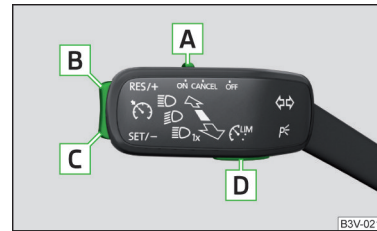

Abb. 295 Bedienelemente der Geschwindigkeitsregelanlage
Übersicht der Bedienelemente der GRA » Abb. 295
- Durch das Drücken der Taste  » Abb. 295 während der Regelung wird diese abgebrochen und es wird der Geschwindigkeitsbegrenzer aktiviert.